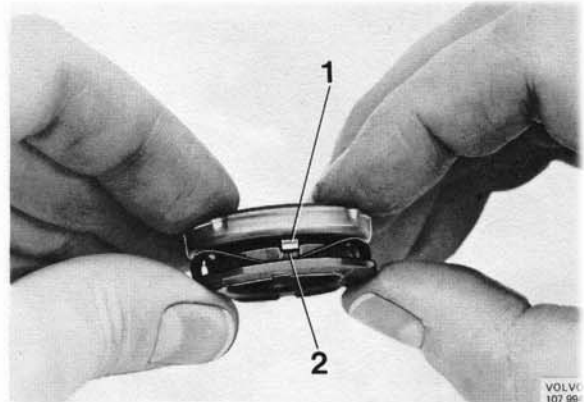

Abb. 51 Prüfung der Kurbelwellendichtung
6. Funktion des neuen Dichtringes durch mehrfaches Zusammendrücken überprüfen. Die Führungslappen (1, Abb. 51) am Dichtringhalter müssen sich dabei axial in den Aussparungen (2) des Mitnehmers bewegen können.